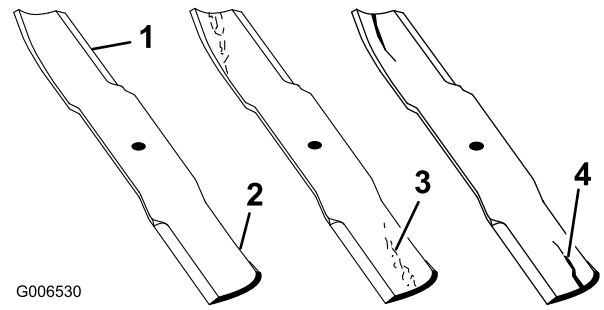

Figure 41
1. Examinez le tranchant des lames (Figure 41). Si elles ne sont pas tranchantes ou si présentent des indentations, déposez et affûtez les lames ; voir Affûtage des lames.
2. Inspectez les lames, surtout la partie relevée (Figure 41). Remplacez immédiatement toute lame endommagée, usée ou qui présente une entaille (repère 3 de la Figure 41).